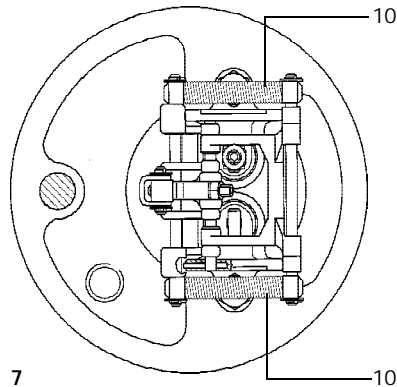

Fig. 7
3. Kontrollera fjädrarna visuellt (del 10 Fig. 7). Om det är fel på dem ska låspinnarna och bricker lossas och dra fjädrarna från skaften. Återmontera med nya fjädersatser (se sektion 5e - fjäder montering (inställning)) och installera nya låspinnar och bricker.